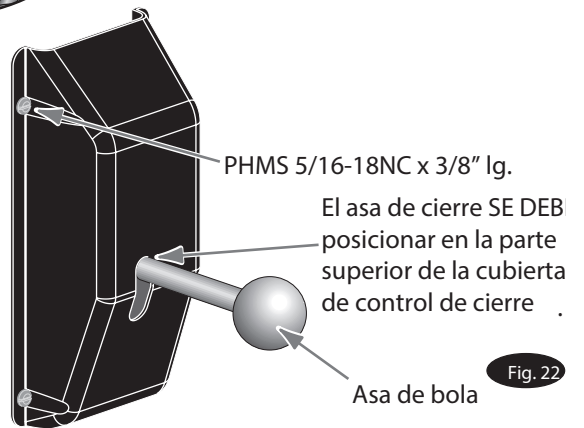

Fig. 22
- 22. Instalar la bola del asa de cierre (Fig. 22).